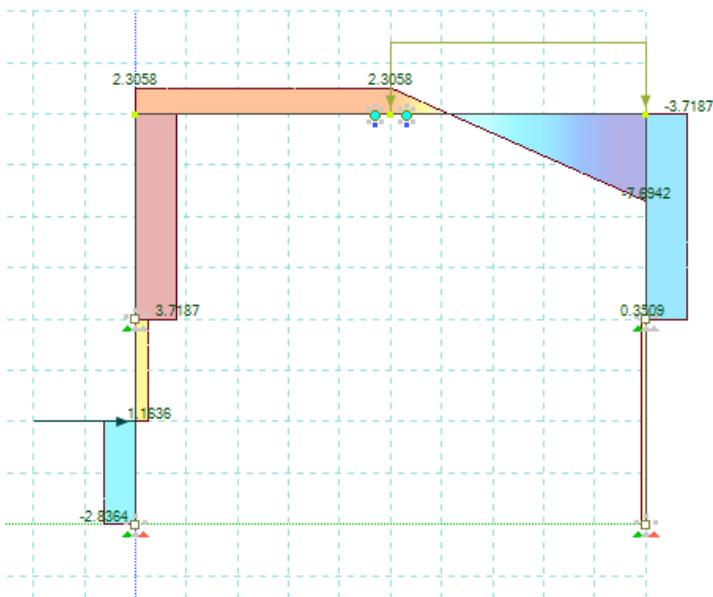

Рис. 83. Эпюра поперечных сил  $Q_z$
- Для выбора эпюры  $Q_z$  щелкните по кнопке  $Q_z$   на панели активного режима (рис. 83).